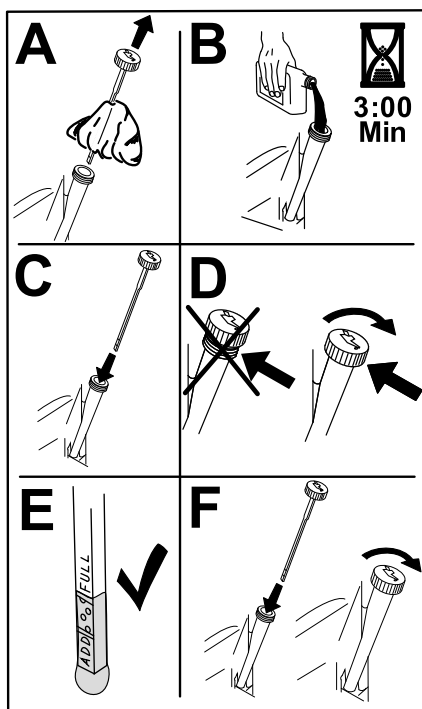

Figura 38
- Vierta lentamente un 80 % aproximadamente del aceite especificado por el tubo de llenado, luego añada lentamente el resto del aceite hasta que llegue a la marca de **Lleno** (Figura 38).
3. Llene el cárter con el tipo correcto de aceite nuevo (Figura 38).